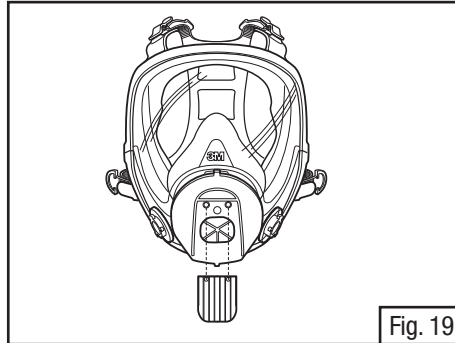

Fig. 19
4. Coloque el repuesto nuevo de la válvula de exhalación sobre el puerto de exhalación al insertar los vástagos y jale desde el lado opuesto hasta que ambos hayan quedado abrochados en su lugar (Fig. 19 y 20).